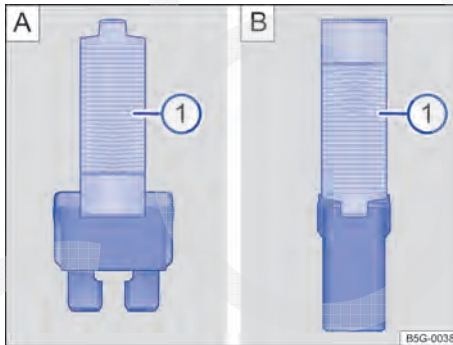

Fig. 216 Retirar ou colocar o fusível com a pinça de plástico: **A** fusível plano, **B** fusível de bloqueio.
- De acordo com a versão do fusível, colocar as garras adequadas do alicate plástico → Fig. 216 **A**  ou → Fig. 216 **B**  lateralmente no fusível.